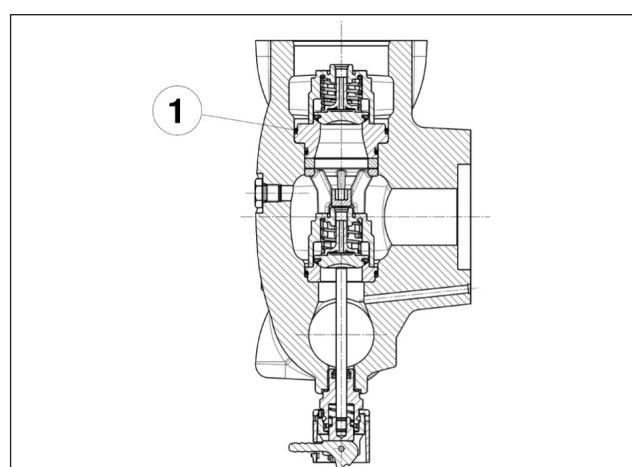

Fig. 122
**Installer le joint torique rep. ①, Fig. 122 avec précaution.**